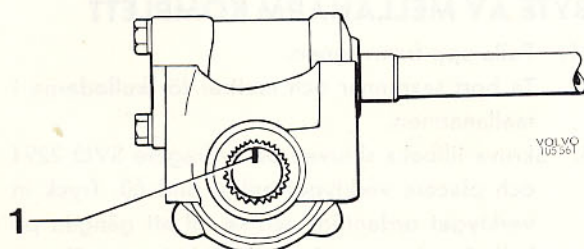

Bild 57. Mittläge
8. Ställ styrväxeln i mittläge (bild 57). Skruva in justerskraven så långt att ett märkbart motstånd uppstår vid vridningen fram och tillbaka över
1. Ställ styrväxeln i mittläge (bild 57) och ratten för körning rakt fram.